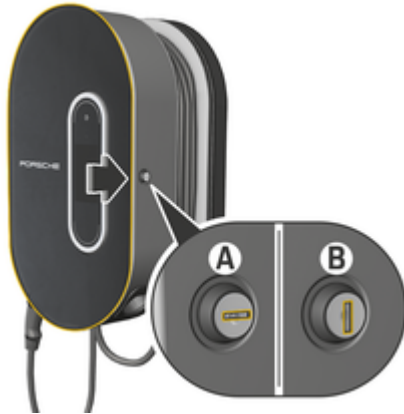

Abb. 9: Lade-Dock
- ▶ Schloss in die Position **A** (Abb. 9) drehen.
- ▶ Schloss in die Position **B** (Abb. 9) drehen.